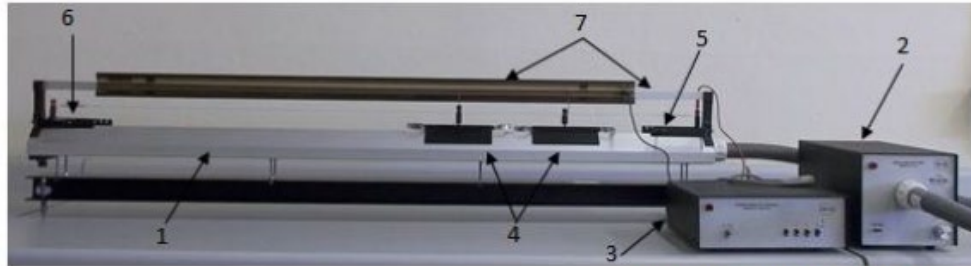

Figura 2. Instalación del equipo
1. Instale el equipo como se muestra en la figura 2.